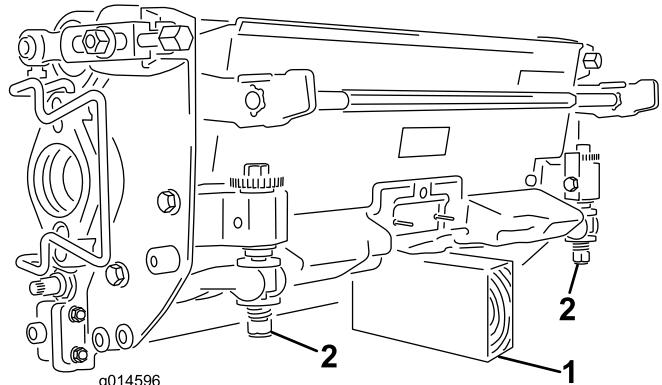

Figure 3
Chaque fois que le plateau de coupe doit être basculé pour exposer la contre-lame et le cylindre, utilisez la béquille pour supporter l'arrière du plateau et empêcher ainsi les vis de réglage de la contre-lame de reposer sur la surface de travail (Figure 3).
- Important:** Vérifiez que les écrous à l'arrière des vis de réglage de la contre-lame ne reposent pas sur la surface de travail (Figure 3).
Important: Chaque fois qu'il est nécessaire de retourner le plateau de coupe pour exposer la contre-lame/le cylindre, placez un support sous l'arrière du plateau de coupe pour que les écrous situés au bout des vis de réglage de la contre-lame n'appuient pas sur la surface de travail (Figure 3).